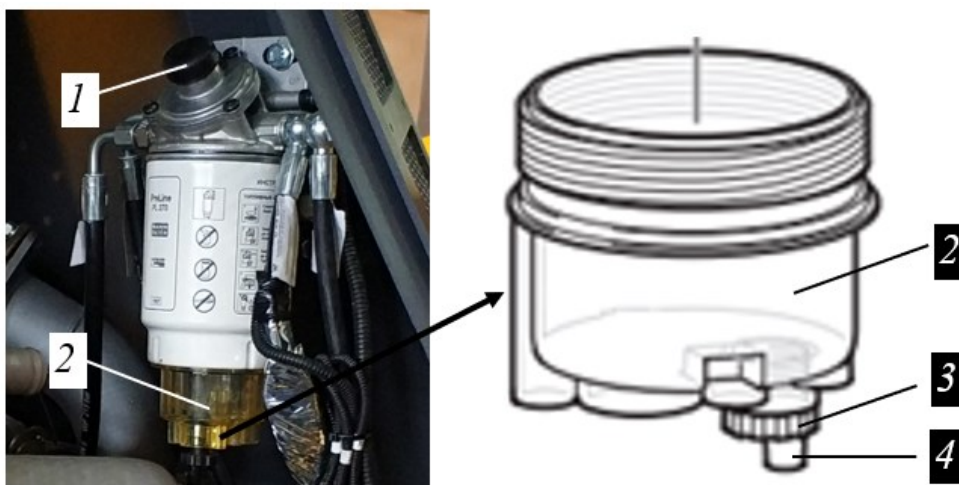

Рисунок 5.26. Фильтр предварительной очистки топлива PRELINE 270
Фильтр предварительной очистки топлива размещен в задней части моторного отсека (по ходу движения машины) с левой стороны, см. рис. 5.26.
- ▶ Разместить предварительно подготовленную емкость под сливным штуцером 4 резьбовой пробки 3, рис. 5.26;